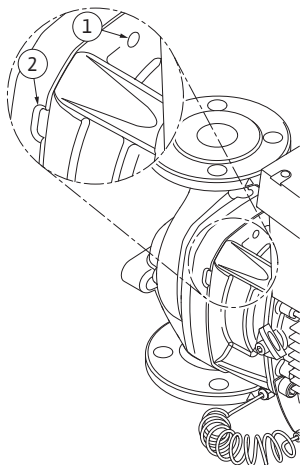

Fig. 53: Резби на корпуса и процепи за избутване на окомплектовката от корпуса на помпата
13. Избутайте окомплектовката (виж Fig. 13) от корпуса на помпата. За тази цел се препоръчва да използвате двата отвора с резба на корпуса (Fig. 53, поз. 1), преди всичко за разхлабване на сглобката. За разхлабване на сглобката завийте подходящи болтове в резбите на корпуса. Когато окомплектовката започне да се движи леко, то за избутването ѝ допълнително могат да се използват и процепите (Fig. 53, поз. 2) между корпуса на помпата и латерната (за тази цел пъхнете например две отвертки и ги използвайте като лост). След като е била избутана на разстояние около 15 mm, окомплектовката вече не се вкарва в корпуса на помпата.